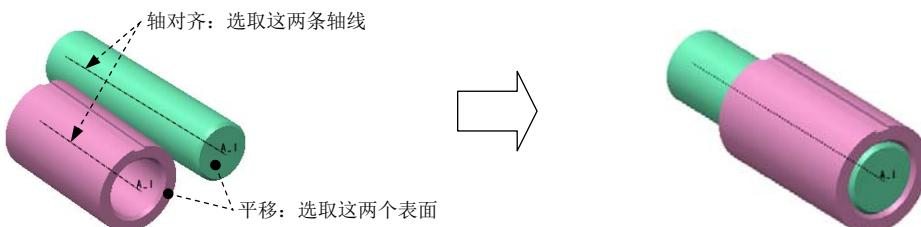
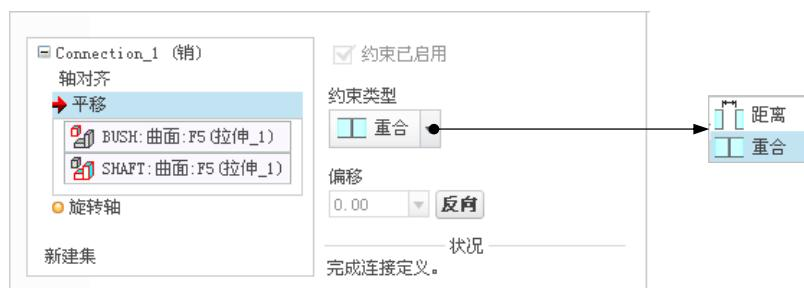

图 3.2.2 创建“销 (Pin)”连接
图 3.2.3 “放置“界面
(2) 定义“轴对齐”约束。单击操控板中的 **放置** 按钮，分别选取图 3.2.2 中的两条轴
(3) 定义“平移”约束。分别选取图 3.2.2 中的两个平面为“平移”约束的参考，此时**放置**界面如图 3.2.3 所示。
说明：在图 3.2.3 所示的**放置**界面中单击**反向**按钮，可以反转轴对齐和面对齐的方向；在**约束类型**区域的下拉列表中选择**距离**选项，可以在**偏移**文本框中设置**平移**约束中两平面的平行距离。
(4) 设置旋转轴参考。在图 3.2.3 所示的**放置**界面中单击**旋转轴**选项，选取图 3.2.4 所示的两个平面 (SHAFT 中的基准平面 RIGHT 和 BUSH 中的基准平面 RIGHT) 为旋转轴参考，如图 3.2.5 所示。